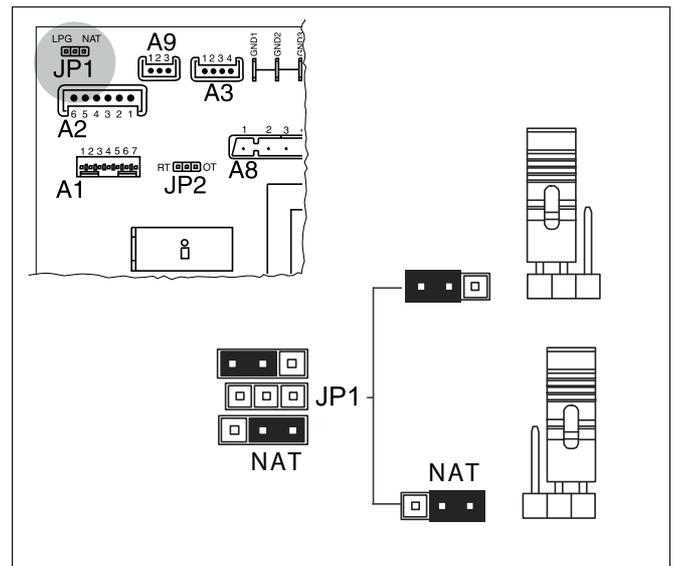

Fig. 61 Conversione da gas liquido a gas metano.
- Posizionare il Jumper "JP1" (fig. 61) sulla scheda di comando in posizione "NAT".